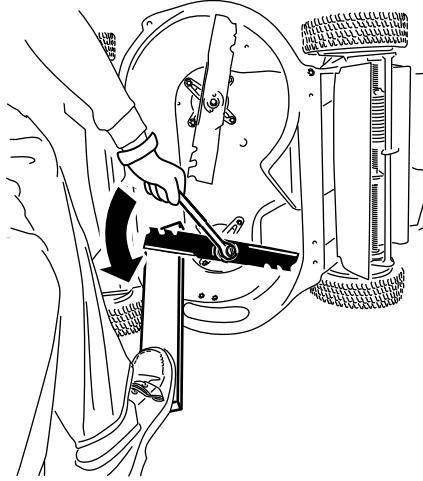

Figura 41
- Usate un blocco di legno per tenere ferma la lama e ruotatela in senso antiorario come mostrato in (Figura 41).